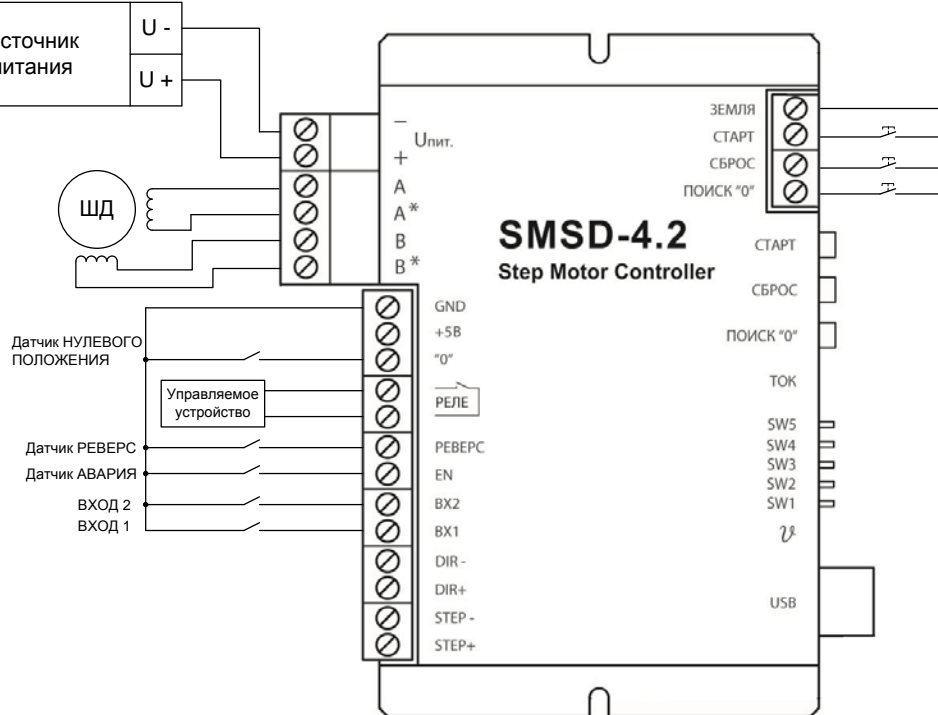

Рис.2. Схема подключения блока в режиме контроллера
1. Выполните соединение блока с ШД, датчиками и источником питания согласно схемам рис.2 – 5.
Пример подключения к датчику приведен на рис.5. Схемы подключения блока в различных режимах работы приведены на Рис. 2 - 4.